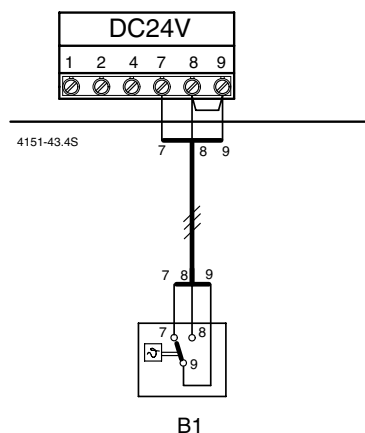

Fig. 21
- Usare il modulo d'accensione del bollitore SE 8 (B1), cod. 7 719 001 172, Fig. 21.